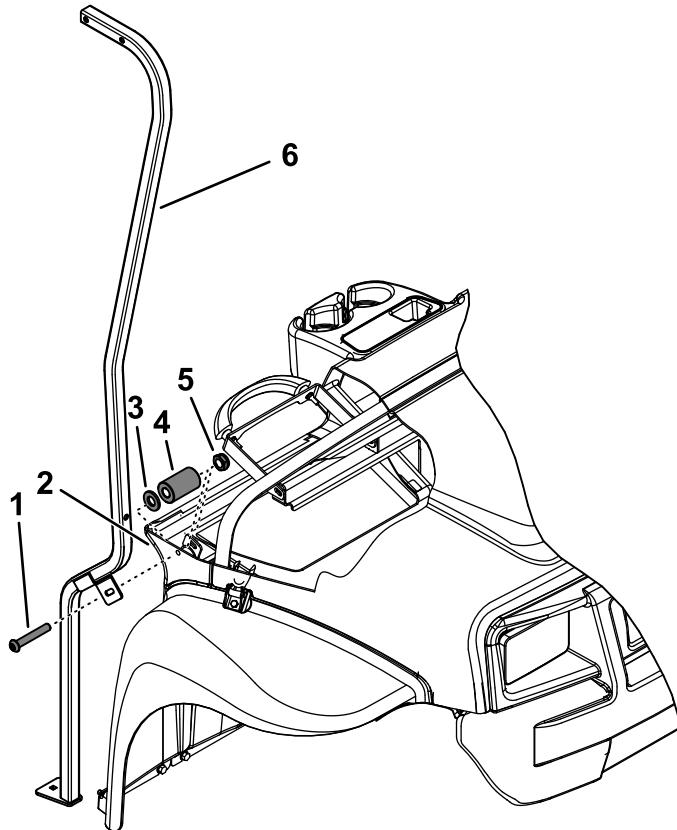

Figura 5
- A. Instale o espaçador e anilha de cabeça chata (11/32 pol.) entre o painel e o suporte do painel (Figura 5).
- B. Instale o parafuso de cabeça de tremoço sextavada interior (5/16 x 2 pol.) através do suporte do toldo, painel e o suporte do painel (Figura 5).
- C. Instale a porca flangeada (5/16 pol.) para prender o suporte do painel ao suporte do toldo (Figura 5).